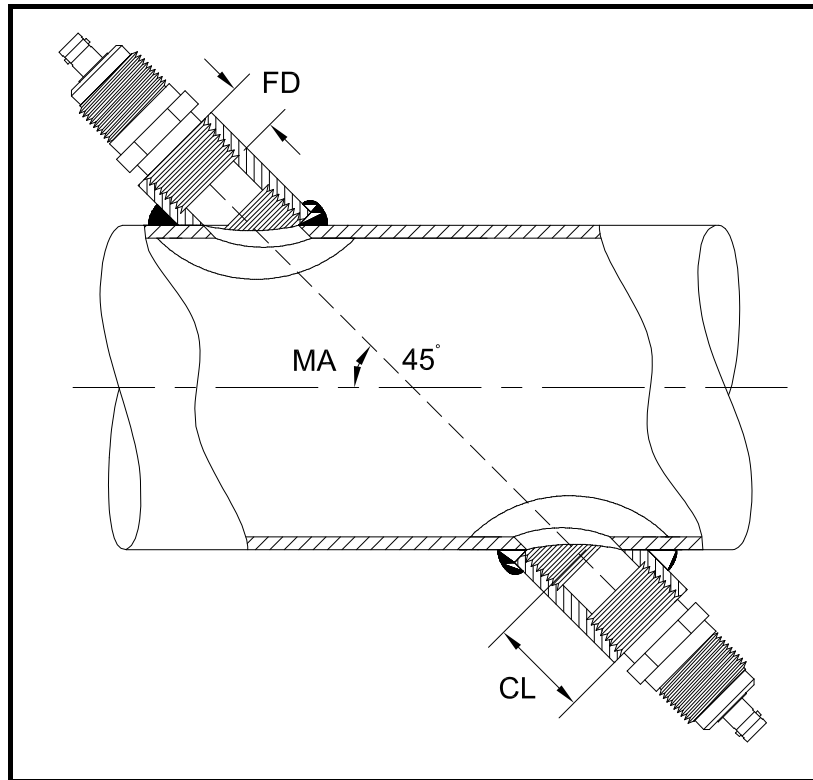

Figura 19: Determinação do Comprimento do Acoplamento do Cano
- o diâmetro interno do cano (ID)
- a espessura da parede (WT)
- o comprimento do acoplamento do cano instalado (CL)
- a profundidade da face dos transdutores (FD)
- o ângulo de montagem (MA)
Use a Figura 19 para medir adequadamente o comprimento do acoplamento. Tipicamente, a face do transdutor é posicionada do lado externo do diâmetro interno (ID) do cano, ou levemente retraída dentro do acoplamento.